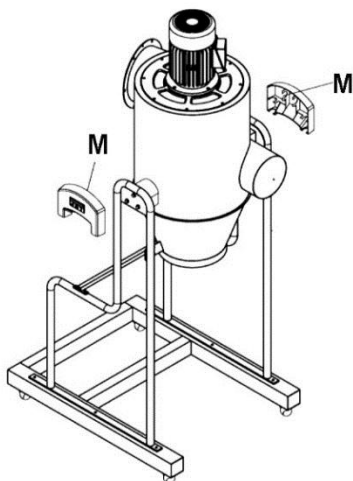

Рис. 7
8. На левую и правую стойки установите боковые крышки (M). См. Рис. 7.